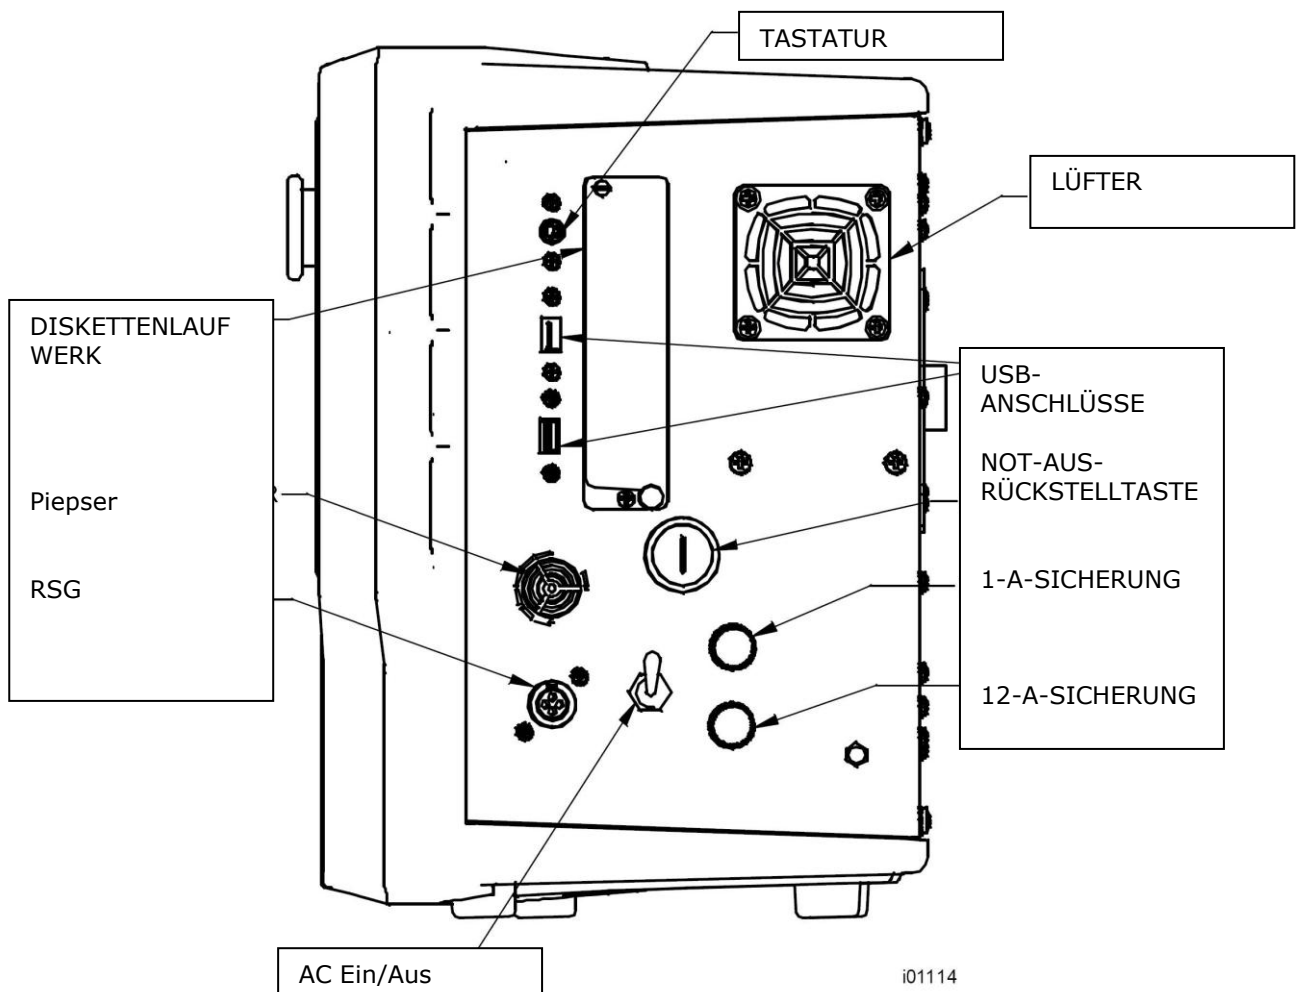

Abbildung 3.2.3 Die rechte Seite der ProtoTRAK SLX CNC mit gekennzeichneten Anschlüssen
3.2.2 ProtoTrak rechte Seite (siehe Abbildung 3.2.3)